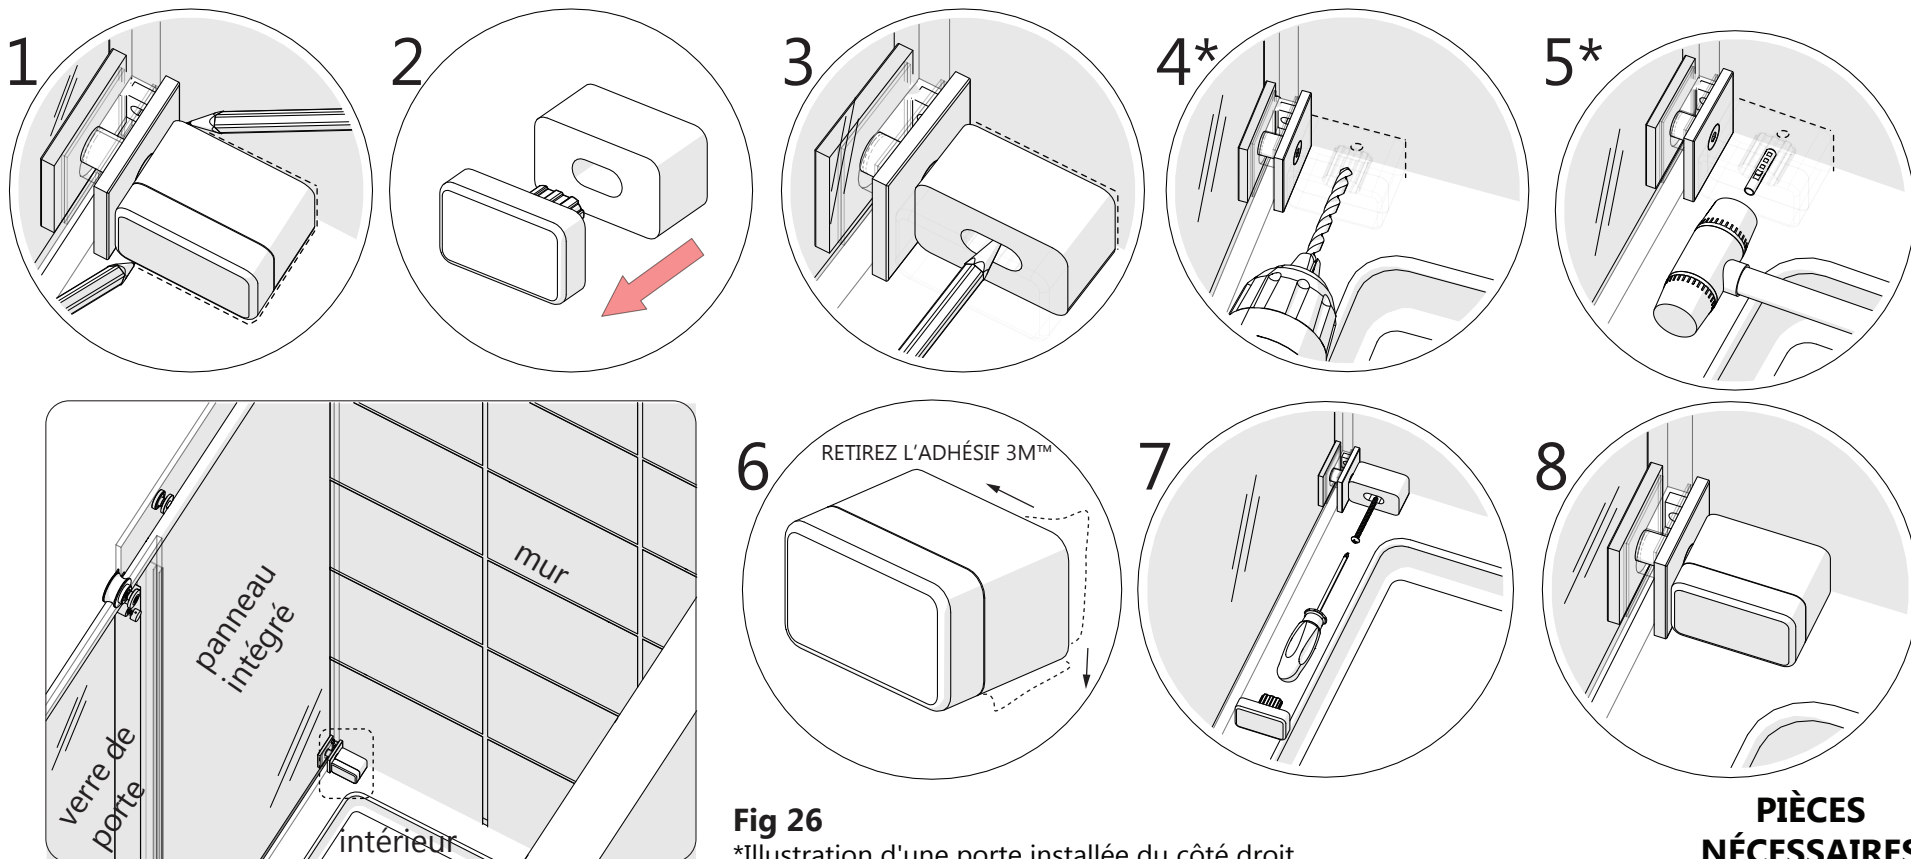

Fig 26
**Pour le Modèle 72 po:** Ce sera du cote de l'ouverture du grand panneau fixe. Marquez la position du trou sur le mur. Percez le bon diamètre du trou (voir NOTE ci-dessus). Retirez le ruban adhésif 3M™ et positionnez le **Butoir SafeStop™ (N°30)** sur le seuil contre la **Fixation Murale (N°19)** et fixez-le à l'aide de la **Vis a Tête Fraisée ST4.2 x 40 (N°17)**. (Fig 26)